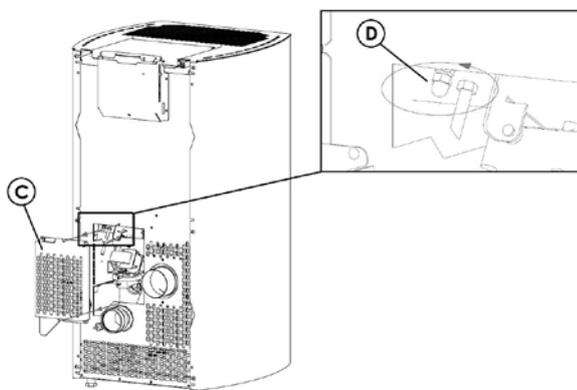

Fig. 76 - Rimozione carter
- Rimuovere il carter "C" di ispezione sulla schiena della stufa (vedi Fig. 76).